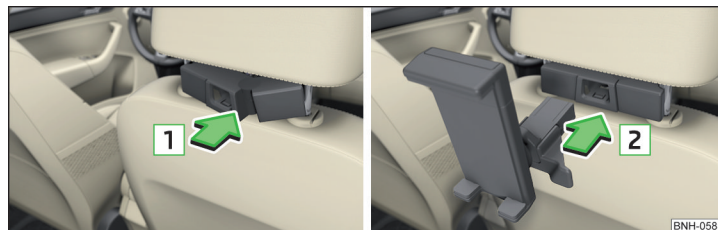

Fig. 96 Introducerea: adaptor / suport
- Pentru **introducere**, așezați adaptorul desfăcut pe tije de ghidare ale tetierei din față și clipsați-l în sensul săgeții **1** » **fig. 96** » **!**.